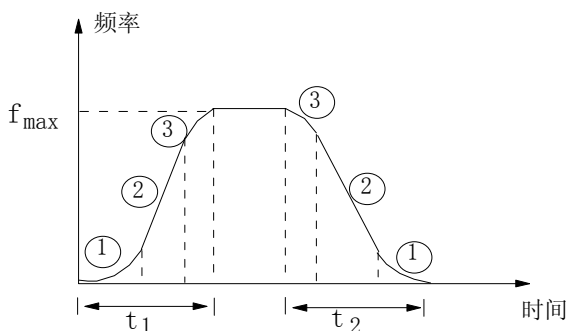

图5-14 S曲线加减速
输出频率按照S形曲线递增或递减，如图5-14所示。
S曲线起始段时间如图5-14中①所示, 这里输出频率变化的斜率从0逐渐递增。
S曲线上升段时间如图5-14中②所示, 这里输出频率变化的斜率恒定。
S曲线结束段时间如图5-14中③所示, 这里输出频率变化的斜率逐渐递减到0。